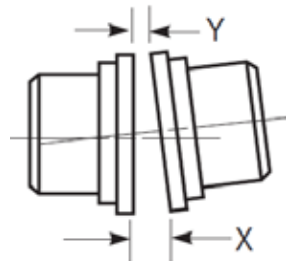

Figura 5 - disallineamento angolare
8.2. Il valore di "disallineamento angolare" è la differenza massima tra le misure X e Y rilevata ai lati opposti delle flange del mozzo, come illustrato nella Figura 5.